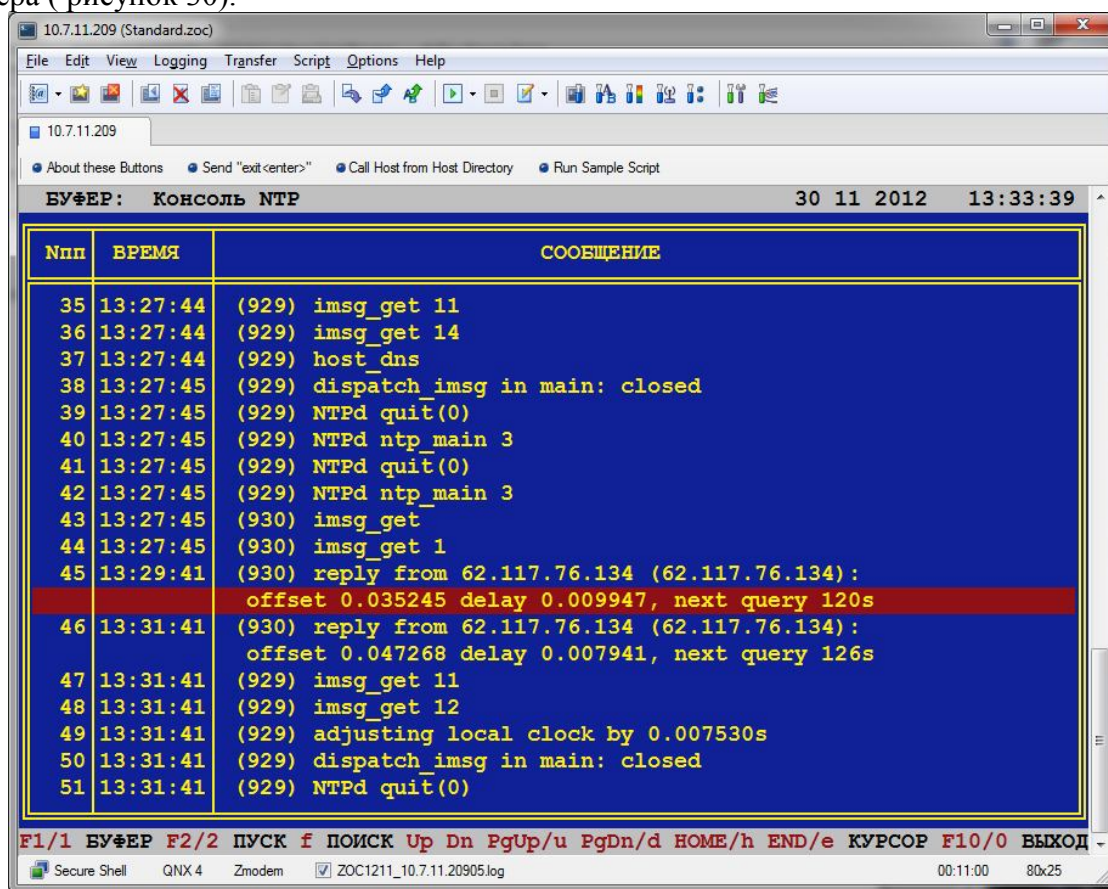

Рисунок 30
6.5.1.11. Проверьте в «Наладка»=>«Виртуальные консоли»=>«Консоль NTP» наличие соединения с синхронизирующим сервером и текущее рассогласование времен УСПД и сервера ( рисунок 30).